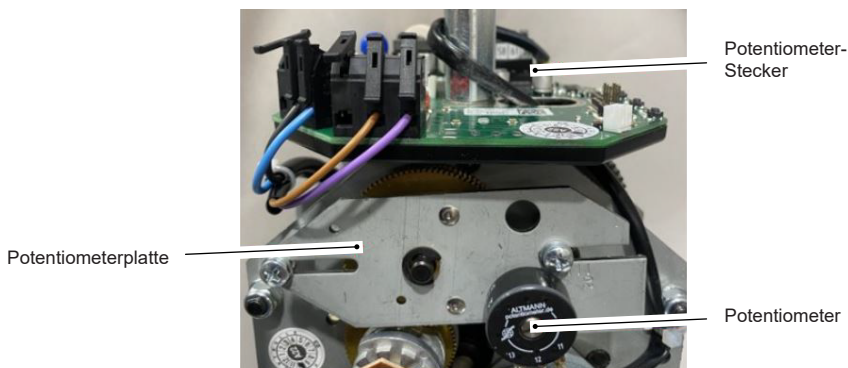

Abb. 14
- Siehe Abb. 14 zur Veranschaulichung des Einbaus